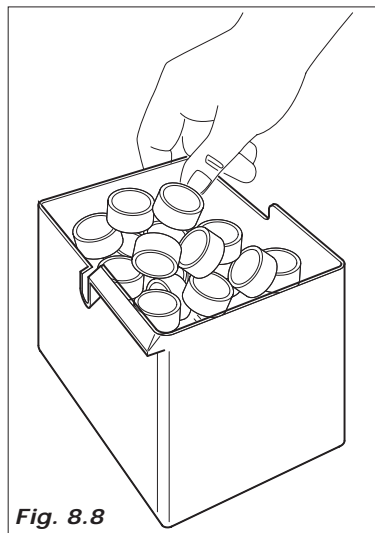

Fig.8.8
- sacar el cubo de los posos de café, (versiones de café en grano) (Fig.8.8)